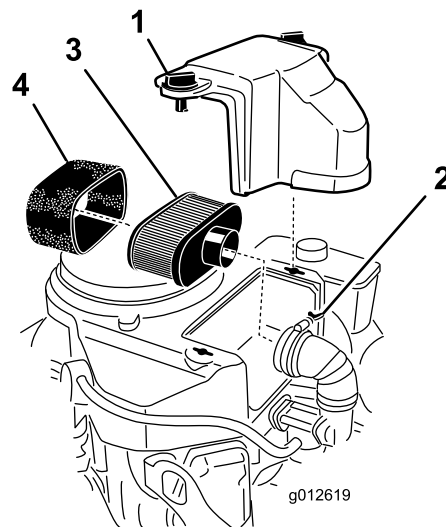

Bild 39
3. Reinigen Sie den Bereich um den Luftfilter herum, um zu verhindern, dass Schmutz in den Motor fällt und Schäden verursacht (Bild 39).
4. Lockern Sie die Handräder der Abdeckung und nehmen die Luftfilterabdeckung ab (Bild 39).
5. Lösen Sie die Schlauchklemme und entfernen Sie den Luftfilter (Bild 39).
6. Ziehen Sie den Schaumeinsatz vorsichtig vom Papiereinsatz (Bild 39).
1. Schieben Sie den Schaumeinsatz vorsichtig auf den Papierluftfiltereinsatz (Bild 39).
2. Schieben Sie den Luftfilter auf das Luftfilterunterteil oder den Schlauch und befestigen ihn (Bild 39).
3. Setzen Sie die Abdeckung des Luftfilters auf und ziehen Sie das Handrad der Abdeckung fest (Bild 39).